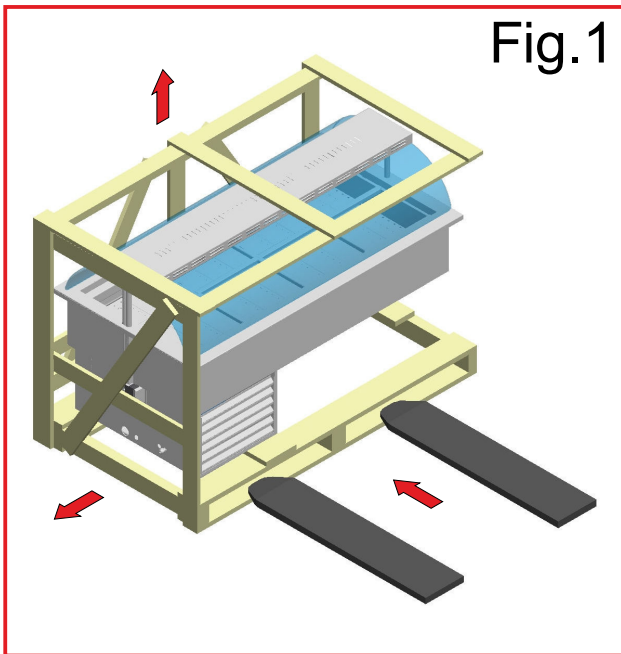

Fig.1
1. Tagliare la reggia, sfilare la scatola verso l'alto, schiodare le tavole di legno, prestando attenzione ai chiodi. **2.** Togliere i cristalli e le buste posti sul piano. **3.** Infilare le forche del sollevatore fra apparecchiatura e pallet o cassa (Fig.1), facendo attenzione a non danneggiare il cavo d'alimentazione. **4.** Sollevare l'apparecchiatura. **5.** Eliminare il pallet o cassa. **6.** Posare l'apparecchiatura su un piano livellato orizzontale. **7.** Fare attenzione a non lasciare niente nell'imballo prima di buttarlo. **8.** Separare i materiali dell'imballaggio secondo la composizione in modo da facilitarne lo smaltimento.